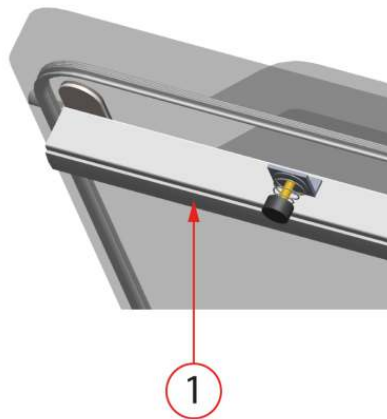

Abbildung 7: Austausch des Silikongummis der Silikonhalter
1. Ziehen Sie das alte Silikongummi vom Halter ab, vgl. *Abbildung 7: Austausch des Silikongummis der Silikonhalter* auf Seite 57.